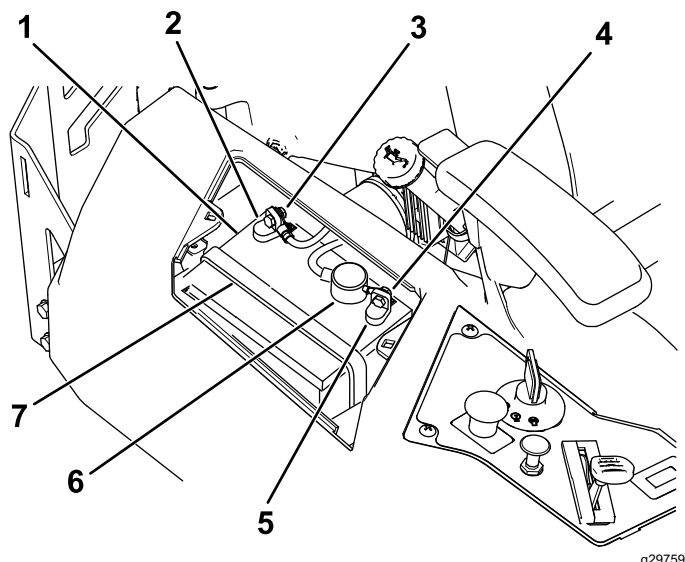

Figura 55
4. Deconectați cablul negativ (negru) de legare la masă de la suportul bateriei (Figura 55).
6. Deconectați cablul pozitiv (rou) de la borna bateriei (Figura 55).
7. Scoateți elementul de fixare a bateriei (Figura 55) și ridicați bateria din compartimentul său.
1. Amplasai bateria în compartimentul său (Figura 55).
5. Fixezi bateria cu elementul de fixare (Figura 55).